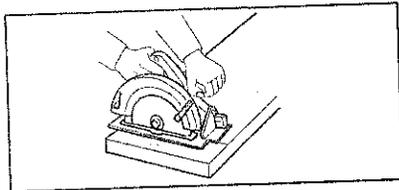

Fig. 5
16. Placez la partie la plus large de la base de la scie sur la partie de la pièce qui est fermement soutenue, non sur celle qui tombera une fois la coupe effectuée. À titre d'exemples, la Fig. 5 illustre la BONNE façon de couper l'extrémité d'une planche, et la Fig. 6 la MAUVAISE façon. Si la pièce à travailler est courte ou petite, immobilisez-la avec un serre-joint. **N'ESSAYEZ PAS DE TENIR LES COURTES PIÈCES AVEC LA MAIN!**